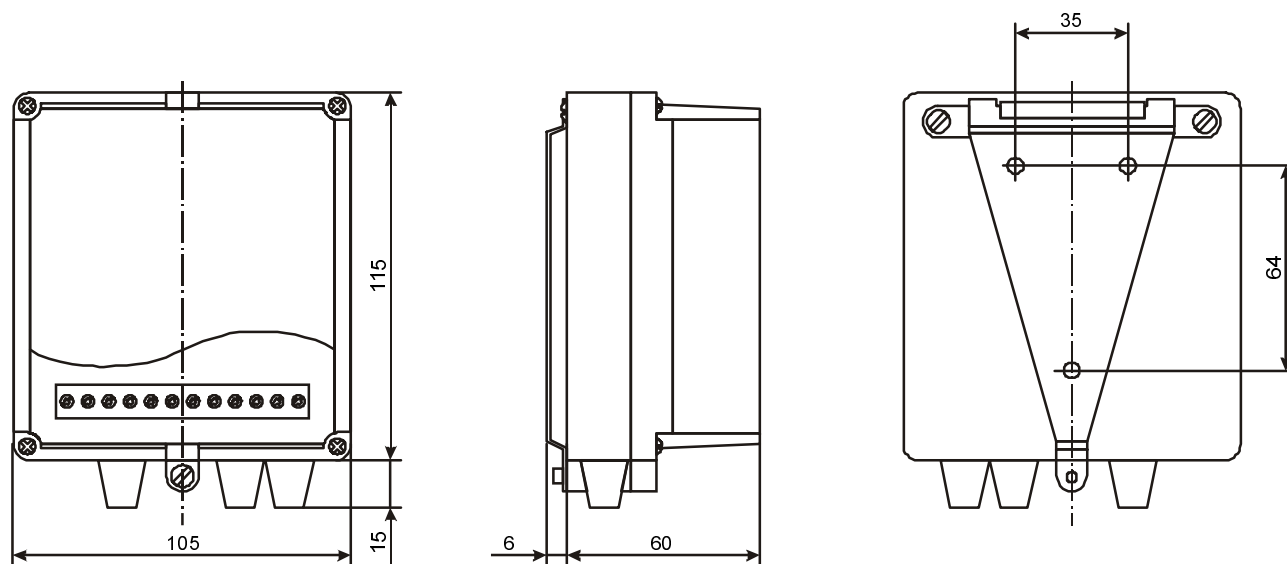

Рис. 4 Внешний вид и габаритные размеры СК-01
5.1. Внешний вид и габаритные размеры СК показаны на Рис. 4